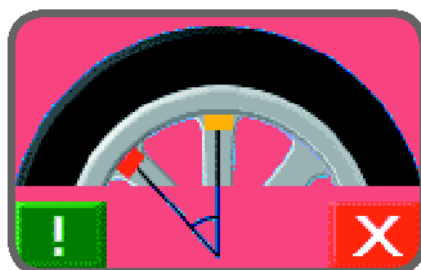
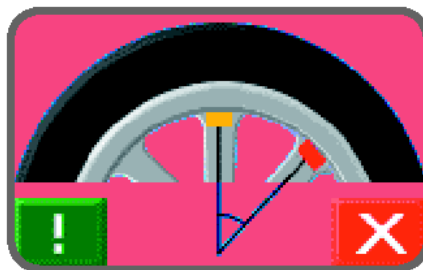

Рис. 33 Выбор положения грузика P_1 в программе «скрытый грузик»
Рис. 34 Выбор положения грузика P2 в программе «скрытый грузик»
Если имеет место дисбаланс снаружи (P_e), на экране появится сообщение, отображенное на рис. 33.
5. Повернуть колесо до места, где требуется установить первый наружный грузик (P1) и подтвердить, нажатием кнопки (3). Для того, чтобы определить точное месторасположение грузика P1 относительно дисбаланса P_e , рекомендуется брать за основу положение "6 часов". Угол между P1 и P_e должен быть менее 120° .
6. Если выбранный угол более 120° , на экране станка все еще будет отображаться рис. 33, указывая на то, что необходимо выбрать другую точку. Если выбранный угол менее 120° , на дисплее высвечивается рисунок 34, указывая на то, что оператор может перейти к следующему шагу.
7. Повернуть колесо до места, где требуется установить груз (P2) и подтвердить, нажатием кнопки (3). Для того, чтобы определить точное месторасположение грузика P2 относительно дисбаланса P_e , рекомендуется брать за основу положение "6 часов". Угол между P2 и P_e должен быть менее 120° и должен включать наружный грузик P_e .
8. Если выбранный угол превышает 120° , на дисплее все еще будет высвечиваться рис. 34, указывая на то, что процедуру необходимо повторить, начиная с пункта 6. Если выбранный угол менее 120° , на дисплее немедленно высветится вес двух наружных грузов P1 и P2.